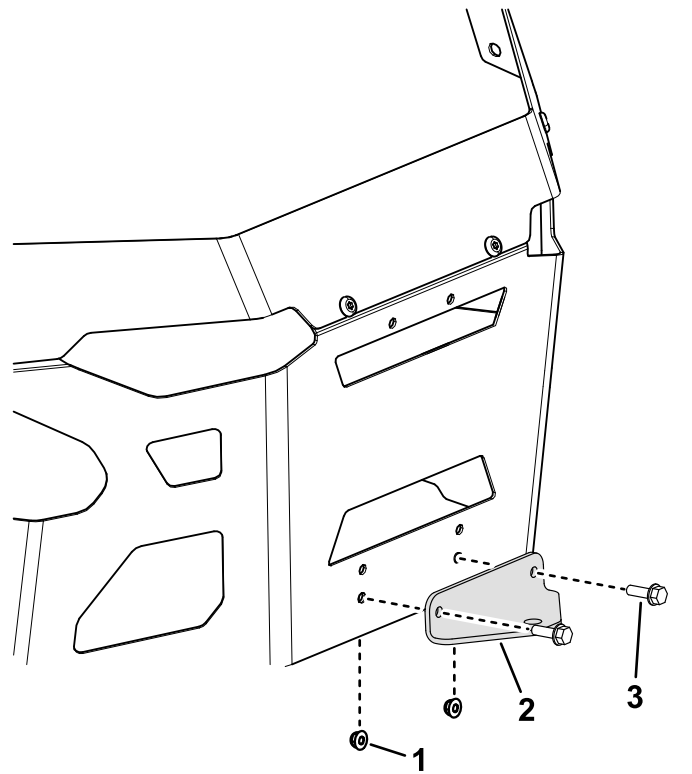

Figuur 5
1. Monteer de stabilisatiebeugel op de beschermkap; gebruik 2 bouten ($\frac{5}{16}$ " x 1") en 2 borgmoeren ($\frac{5}{16}$ ") zoals getoond in Figuur 5.